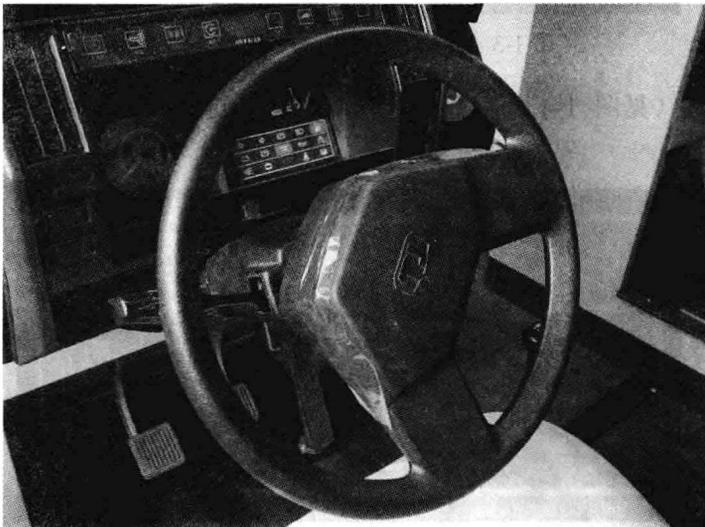

图 1-6 方向盘
(1) 左边显示块：用于显示教学练习时方向盘左转操作的错误信息。显示“L”时，表示左转角度偏小；显示“H”时，表示左转角度偏大；显示“E”时表示此时后两位数字为“标准刹车距离”。
(2) 中间显示块：用于显示教学练习时除方向盘操作外的其他错误信息。显示“L”时，表示离合器、制动器、油门或变速器操作幅度偏小；显示“H”时，表示离合器、制动器、油门或变速器操作幅度偏大。
(3) 中间和右边显示块联合显示的两位数字含义为：
- ① 表示速度值（单位为“km/h”）；
- ② 左边显示块显示 E 时，表示刹车距离大小（单位为“m”）。
5. 方向盘（转向盘）（见图 1-6）：方向盘位于座椅的前方，在驾驶台的正中间位置，其作用是操纵汽车行驶方向。